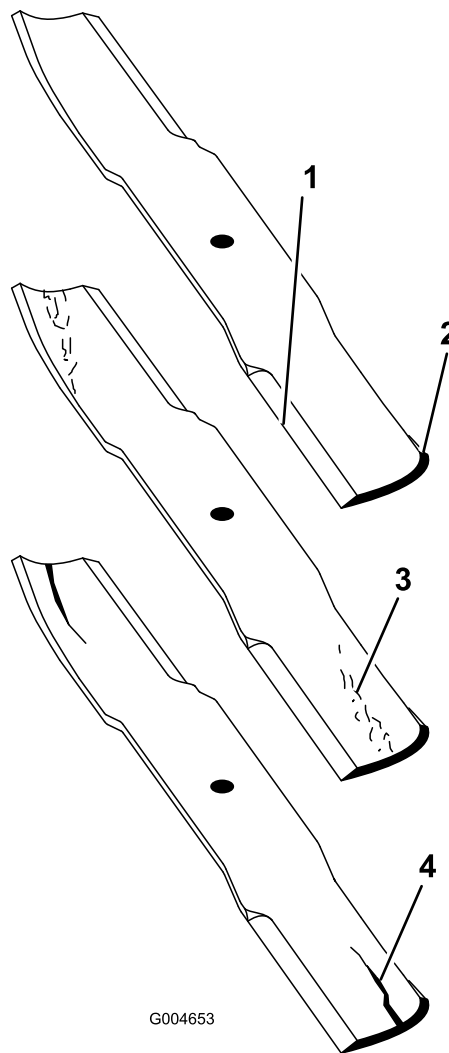

Figure 130
2. Examinez attentivement les tranchants de la lame, particulièrement au point de rencontre de la partie plane et de l'ailette (**Figure 130**).
Remarque: Le sable et les matières abrasives peuvent éroder le métal à cet endroit, c'est pourquoi il est important de contrôler l'état de la lame avant d'utiliser la tondeuse. Remplacez la lame si elle vous semble usée (**Figure 130**).